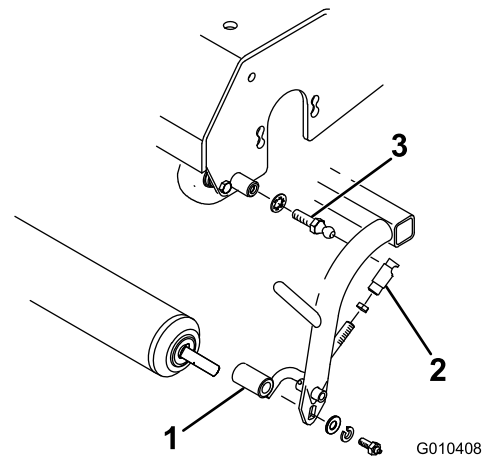

Figure 7
4. Lorsque vous montez le kit rouleau triple sur le groupe de déplacement **Greensmaster 3050, 3100 ou 3150**, utilisez la tige de rotule de petit diamètre et une rondelle à chaque extrémité du rouleau triple (Figure 7). Réglez les tirants aussi loin que possible en avant.